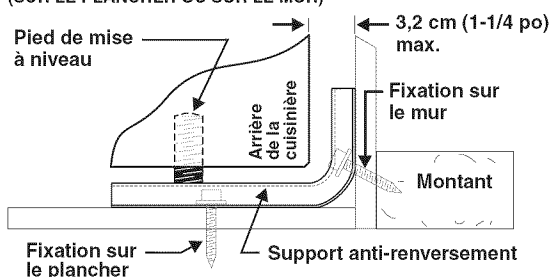
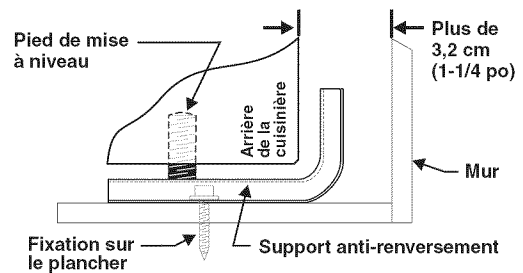

Fig. 4
Fig. 5
a. **Installation du support à l'aide du gabarit** (le support peut être installé sur le côté gauche ou sur le côté droit de la cuisinière. Reportez-vous aux figures 4, 5 et 7 pour l'installation du support si aucun gabarit n'est fourni).
Pour effectuer le montage sur le mur (fig. 4), installez le support en plaçant le bord arrière du gabarit contre le mur qui se trouve à l'arrière de la cuisinière et le bord latéral du gabarit sur la marque servant de repère pour l'emplacement du côté de la cuisinière. Placez le support sur le dessus du gabarit et faites des marques sur le mur pour indiquer à quel endroit seront insérées les vis. Si l'arrière de la cuisinière se trouve à plus de 3,2 cm (1-1/4 po) du mur lorsqu'elle est installée, fixez le support au plancher (voir fig. 5).